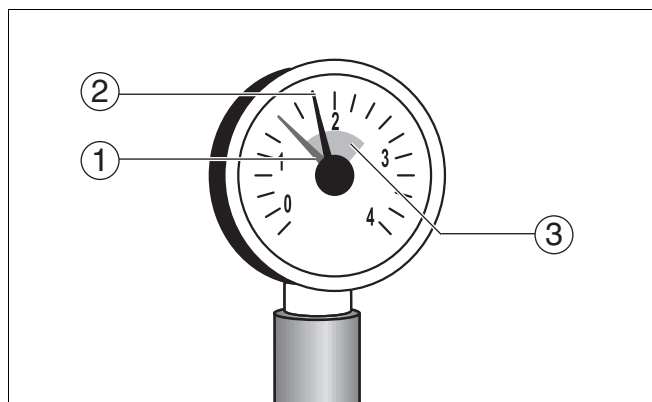

Рис. 6 Манометр для закрытых установок
В закрытых установках стрелка манометра (Рис. 6, **поз. 2**) должна находиться в зеленой зоне (Рис. 6, **поз. 3**).
Красная стрелка манометра (Рис. 6, **поз. 1**) должна быть установлена на требуемое давление. Требуемое давление устанавливает наладчик.
- Проверьте, находится ли стрелка манометра (Рис. 6, **поз. 2**) в зеленой зоне (Рис. 6, **поз. 3**).
Если стрелка (Рис. 6, **поз. 2**) не доходит до зеленой зоны (Рис. 6, **поз. 3**), то давление воды слишком низкое. Необходимо восполнить потерю котловой воды, долив подпиточную воду. Для заполнения отопительной установки используйте только необратимую водопроводную воду.
- Заполняйте установку подпиточной водой через кран для заполнения и слива до тех пор, пока стрелка манометра (Рис. 6, **поз. 2**) не перейдет в зеленую зону (Рис. 6, **поз. 3**).